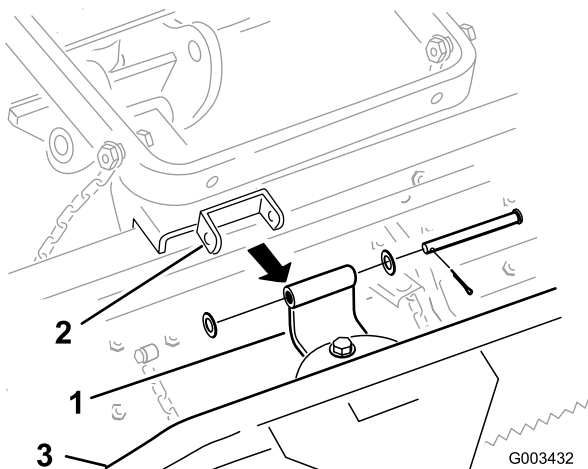

Figura 12
B. Retire el pasador, las arandelas y la chaveta que sujetan el soporte/pivote curvo al rastrillo de dientes (Figura 12).
- C. Retire el soporte/pivote curvo y los herrajes del rastrillo flexible (Figura 12).